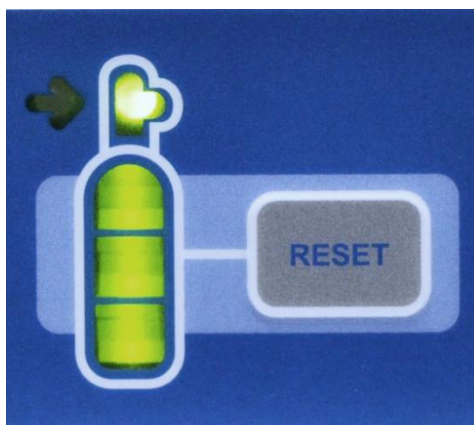

Figure 11 : Bouton RÉINITIALISATION de la jauge de gaz N₂O
- Repérez l'affichage de la bouteille de gaz à l'avant de la cryoICE BOX et repérez le bouton RÉINITIALISATION à droite de cet affichage, voir figure 11.